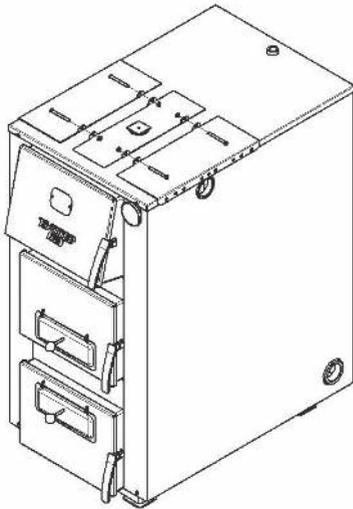

Рисунок 14
1. Установить монтажную платформу на крышку облицовки котла как можно ближе к переднему краю котла. (Рис.14)